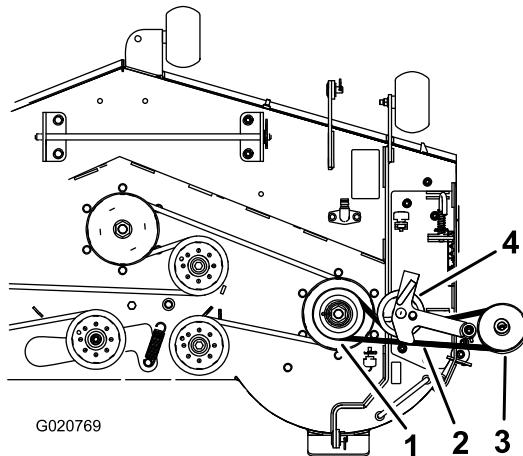
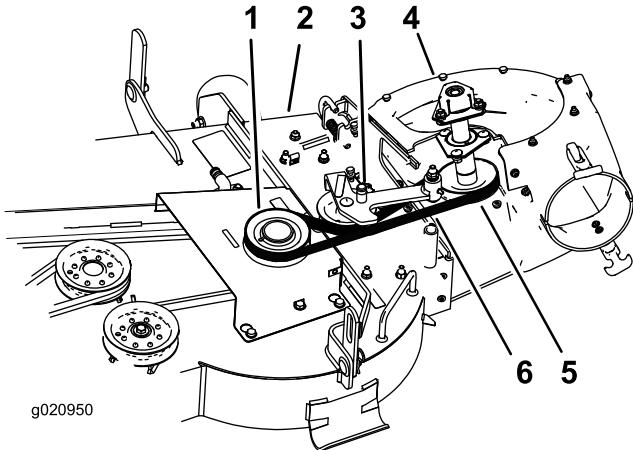

Figure 17
Figure 18
- Si nécessaire, installez la courroie sur la poulie de ventilateur (Figure 18).
1. Au besoin, installez la courroie sur la poulie de ventilateur (Figure 17 et Figure 18). Reportez-vous à 5 Montage du ventilateur (page 11).
- Acheminez la courroie autour de la poulie d' entraînement comme montré à la Figure 17 et la Figure 18.
- Acheminez temporairement la courroie sous la poulie de tension (Figure 18).
- Tirez la poulie de tension rappelée par ressort pour l'éloigner de l'ergot de ressort fixe et chaussez la courroie sur la poulie du tablier de coupe (Figure 18).